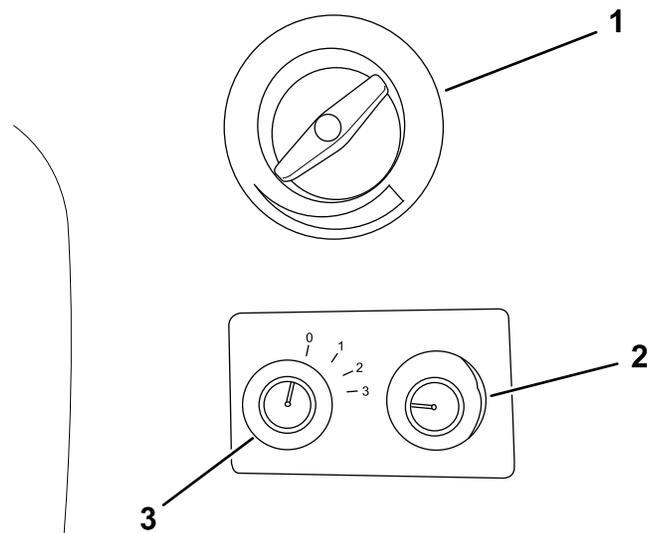

Figura 5
Os controlos são montados no lado direito no revestimento do teto (Figura 5).
1. Coloque o interruptor do ar condicionado em DESLIGAR (Figura 5).
1. Regule o interruptor da ventoinha para a velocidade pretendida (Figura 5).